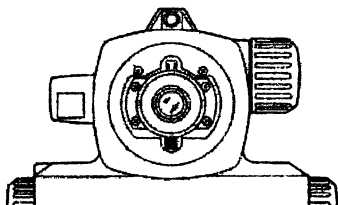

Рис. 7.8
- 3) Снимите защитный кожух юстировочных винтов сетки нитей (10) (рис. 7.8).